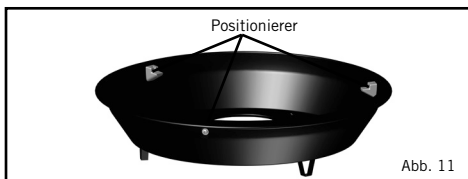

Abb. 11
- Der Grillrost ruht auf drei Druckguss-Positionierern in der Fettpfanne (Abb. 11).
- Die Kochpfanne ruht auf drei Druckguss-Positionierern in der Fettpfanne (Abb. 11).
- Der Grill 2 Braai ruht auf drei Druckguss-Positionierern in der Fettpfanne (Abb. 11).